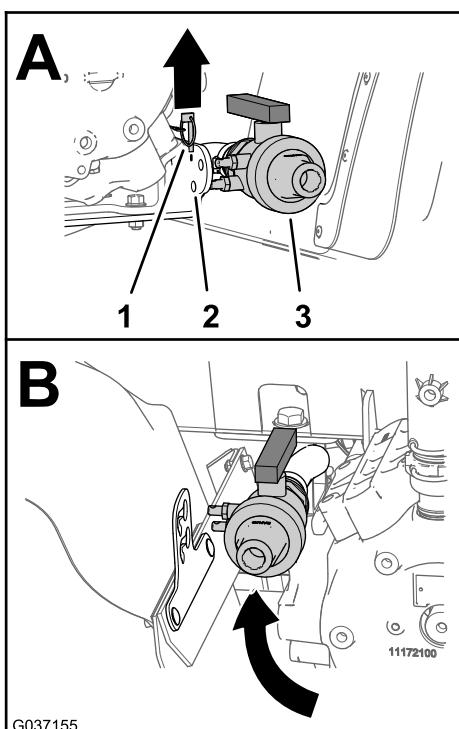

Figura 14
1. Rimuovete l'acciarino che fissa la valvola di spurgo alla staffa della pompa dell'irroratrice (Figura 14).
2. Spostate la valvola di spurgo tra il paraurti posteriore sinistro e la pompa dell'irroratrice (Figura 14).